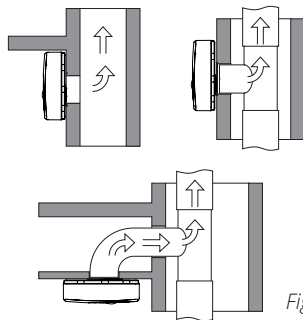
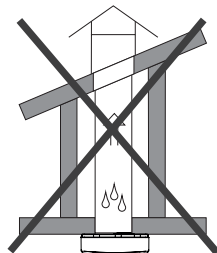

Fig. 2
Fig. 3
- Ved vertikalt avtrekk skal det være avgrensning mot viften, Fig. 2. Direkte vertikalt avtrekk er ikke tillatt, Fig. 3.